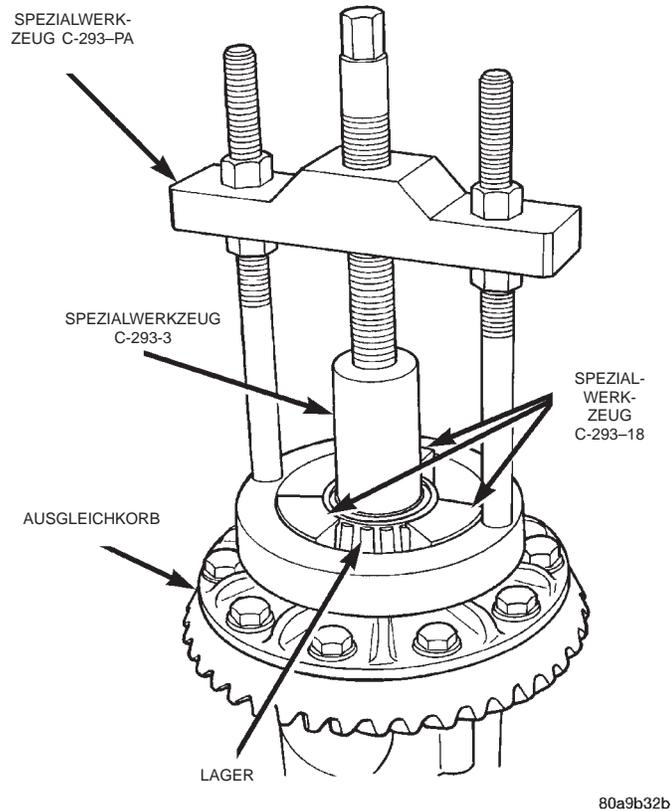

Abb. 23 Differentiallager ausbauen
(1) Ausgleichkorb aus dem Differentialgehäuse ausbauen.
(2) Lager mit Abzieher/Presse C-293-PA, Adaptern C-293-18 und Adapter C-293-3 vom Ausgleichkorb abbauen (Abb. 23).